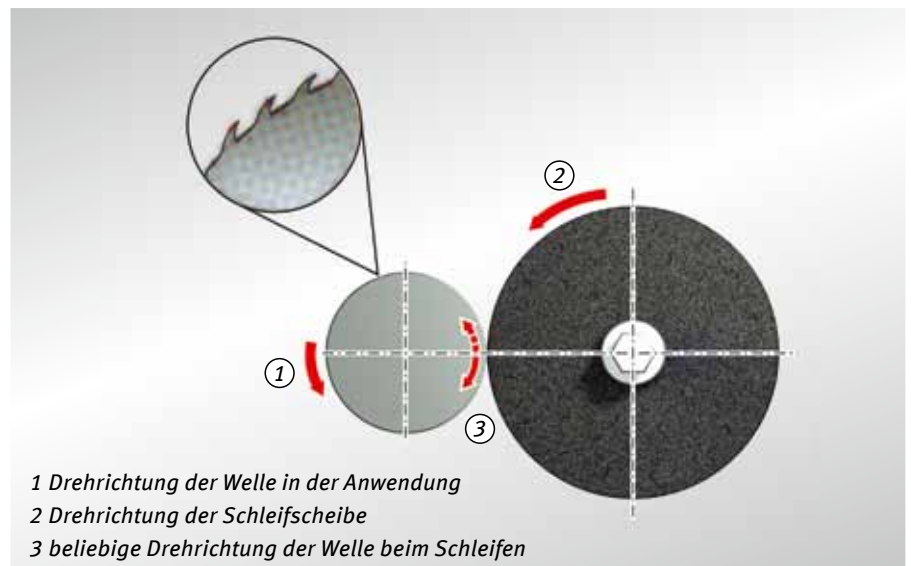

Abb. 42: Schleifen einer Gusswelle
- Sphäroguss (GGG) hat ein offenes Oberflächengefüge und ist darum auf  $R_z 2$  oder besser zu schleifen. Abbildung 42 zeigt den Drehsinn von Gusswellen in der Anwendung. Dieser sollte dem Drehsinn der Schleifscheibe entsprechen, da in der entgegengesetzten Drehrichtung größerer Verschleiß entsteht.